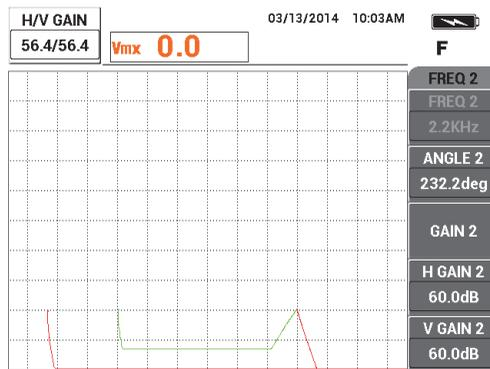

Рис. 5-120 Настройка амплитуды сигнала частоты 1
8. Нажмите клавишу **GAIN (dB)** и настройте амплитуду сигнала частоты 1 так, чтобы она была на 6 делений влево от нулевой точки (см. Рис. 5-120 на стр. 226).